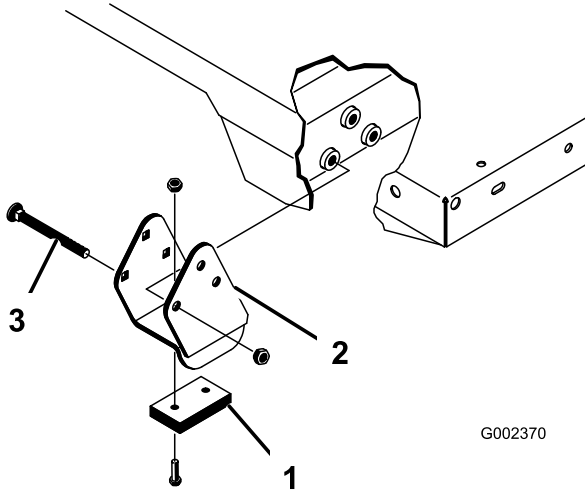

Bild 32
Stellen Sie sicher, dass die Distanzstücke und die Verschleißblöcke (Bild 32) so eingesetzt sind, dass die Köpfe der Schlossschrauben an der Innenseite der Maschine sind.
2. Setzen Sie die Ladepritsche vorsichtig auf den Maschinenrahmen. Fluchten Sie die hinteren Schwenkplattenlöcher der Pritsche mit den Löchern im hinteren Rahmenkanal aus und setzen Sie die zwei Lastösenbolzen und Klappstecker ein (Bild 32).
4. Setzen Sie den Lastösenbolzen von der Außenseite der Ladepritsche ein. Der Klappstecker sollte nach außen zeigen (Bild 32).